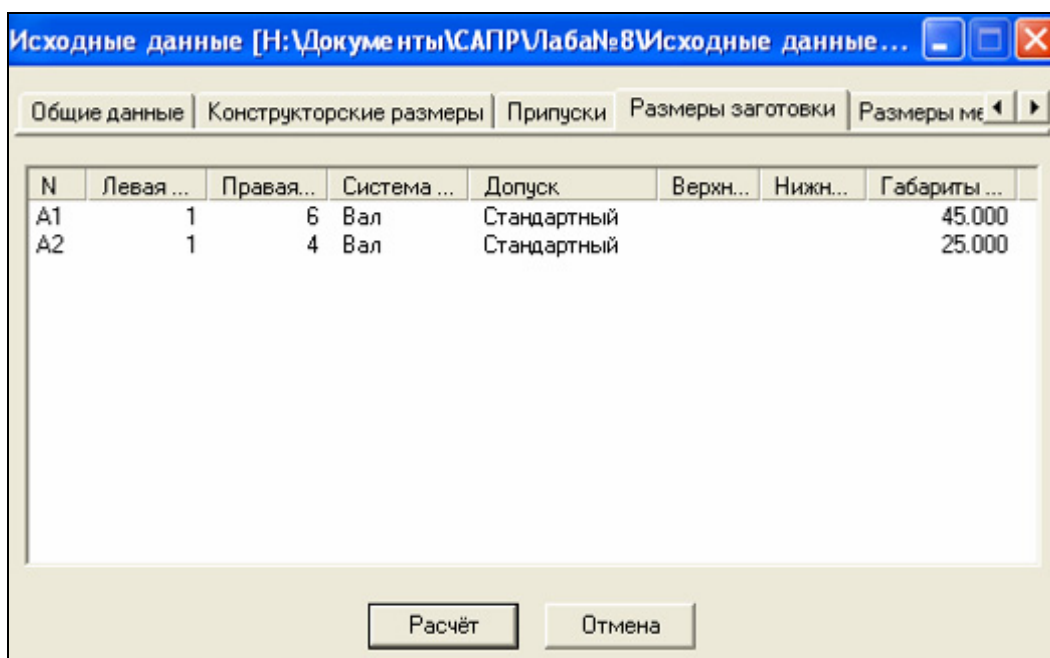

Рисунок 6 – Размеры заготовки
4.4 В закладке «Размеры заготовки» нажимаю правую кнопку мыши для ввода каждого размера. Границы задаю номерами принимаемых во внимание крайних поверхностей заготовки в одном координатном направлении, присутствующих на размерной схеме. Допуск на размер А относительно номинала принимаю по системе вал (рисунок 6).